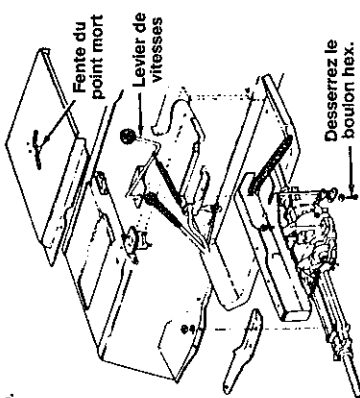

FIGURE 20
2. Desserrez le boulon retenant le levier de vitesses sur sa tige. Voir la figure 20.
3. Placez le levier de vitesses dans la fente du point mort. Voir la figure 20.